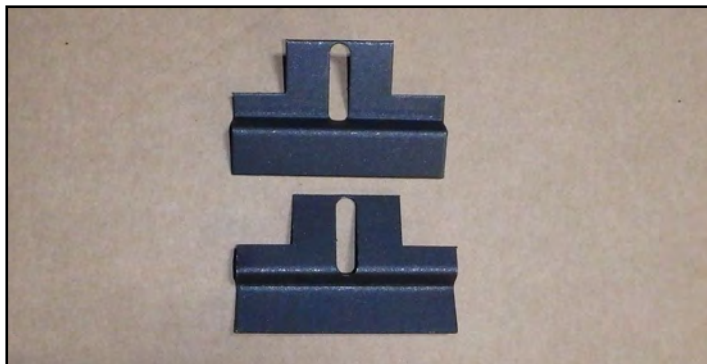

Figure 17.2.02:
Étape 1: Retirez les deux vis situées sur le haut de la chambre de combustion. Celles-ci seront utilisées pour installer les pièces de fixation des panneaux (voir **Figure 17.2.02**).